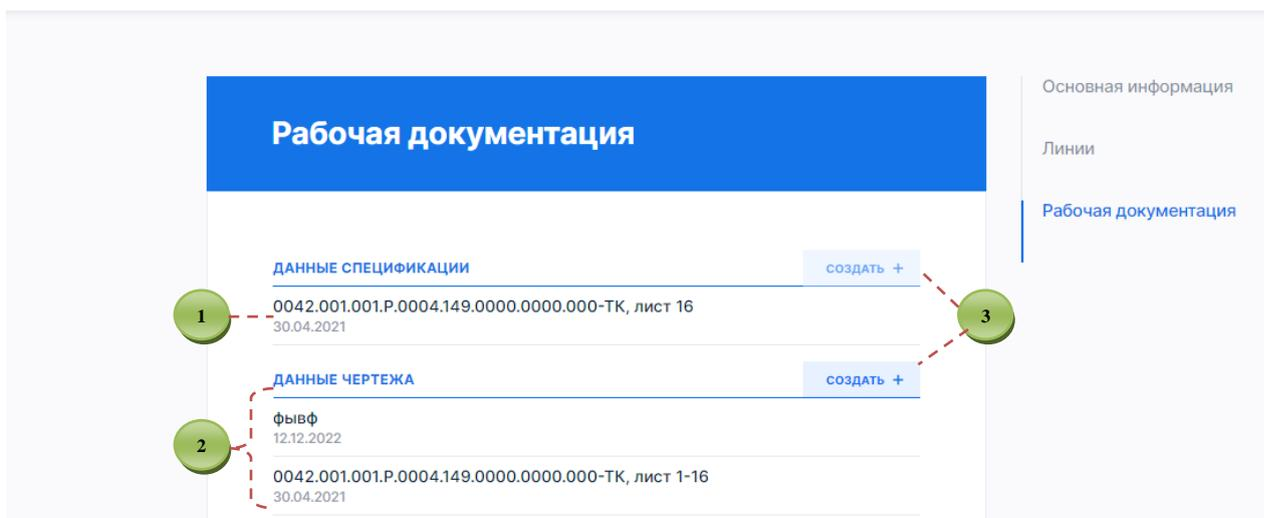

Рисунок 51. Форма просмотра и редактирования вкладки «Рабочая документация»
- Данные спецификации (шифр, номер листа, дата) **1** (рис. 51)